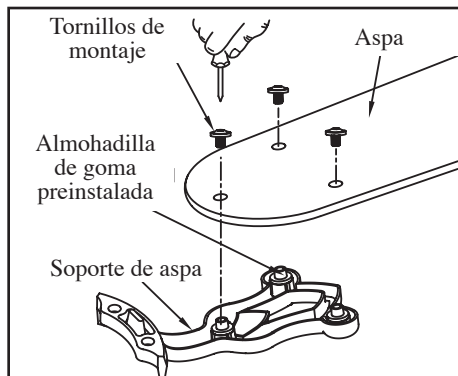

Figura 9
1. Fija el aspa a su soporte con los tornillos provistos (Figura 9). Observa que las arandelas de goma están fijadas en el soporte del aspa. Inserta el tornillo en el soporte. Repite para los otros dos tornillos.